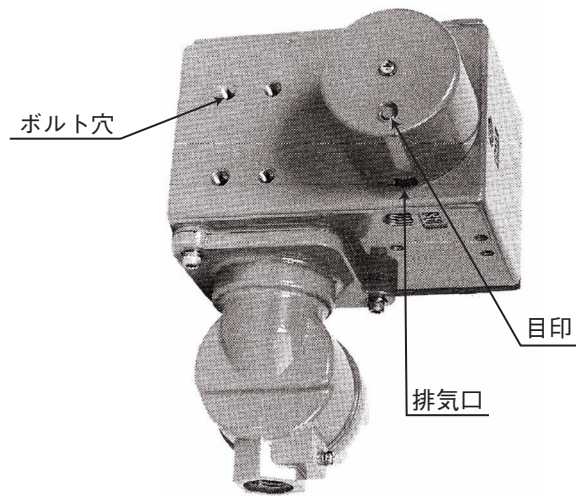

図4-2 排気口
- 【1】 変換器ケースの裏面にボルト穴がありますので、付属のブラケットを4本のボルトでケースに組付けてください。（図4-2参照）